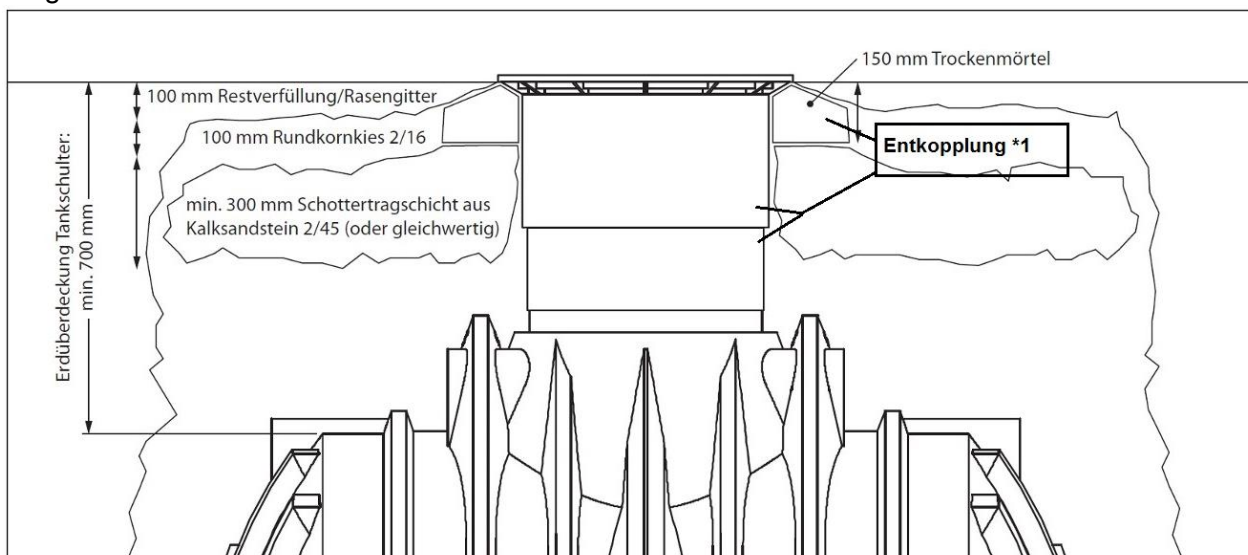

Abbildung 5: Bauseitige Herstellung eines befahrbaren Überbaus mit Teleskopdom
- Ergänzend zur Schottertragschicht wird **unterhalb des Rahmens des Teleskopdoms** eine ca. 150 mm hohe Unterfütterung aus Trockenmörtel (Fertigmischung aus dem Baumarkt) aufgebracht. Diese Schicht muss umlaufend min. 200 mm breit sein und ist direkt am Teleskopdom auszuführen. **Entkopplung *1 Abbildung5**
In ==> Abbildung 5 sind die verschiedenen Schichten am Beispiel eines Atlantis 4000 L Erdtanks dargestellt.